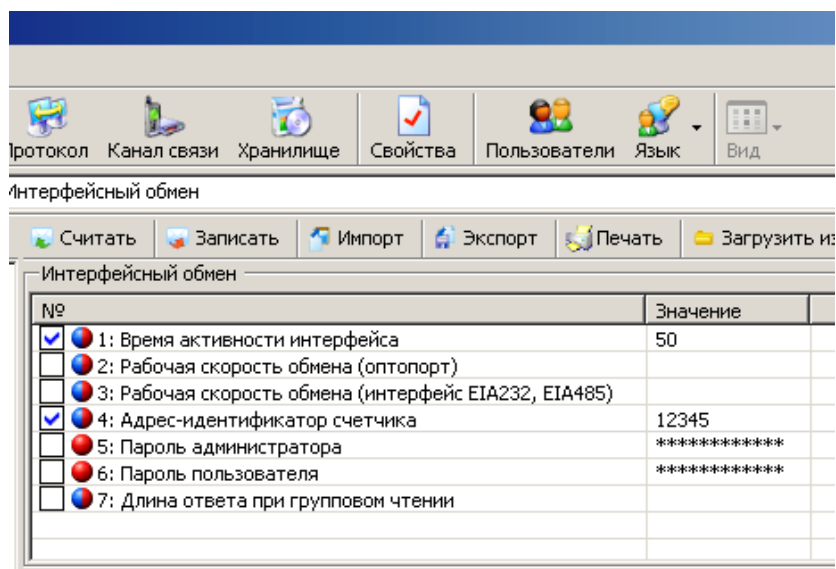

Рисунок 5.19 – Интерфейсный обмен
- Проверить значения начальной и рабочей скорости через интерфейс, они должны быть равны 2400 бод (3) (см. п. 5.4.3).
- Чтением параметра «время активности интерфейса» убедиться, что его значение равно 50 с. (см. рисунок 5.19).
- Чтением параметра «адрес-идентификатор счетчика» (см. рисунок 5.19) убедиться, что его значение равно 5 последним цифрам серийного номера, без нулей перед значащими цифрами, т.е. если 5 последних цифры заводского номера имеют вид «00001», то идентификатор равен «1».